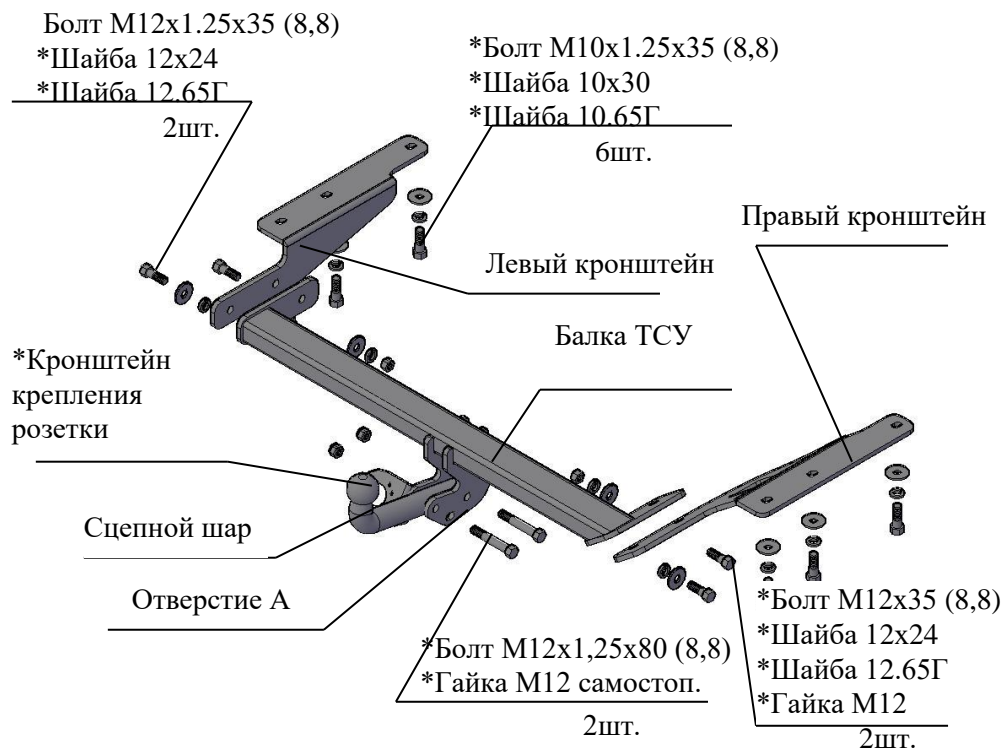

Рис.1 Тягово-сцепное устройство ТСУ 7610
2.1 ТСУ 7610 в сборе (рис.1)	1 шт.
2.2 Пакет с комплектующими (см. рис.1) Защитный колпак	1 шт.